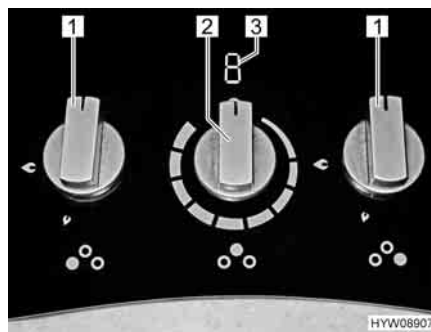

Fig. 157 Elementi di comando del fornello a gas con piano di cottura a induzione
- Ruotare il pomello girevole (Fig. 157,1) dell'impianto a fiamma libera desiderato in posizione accesa (fiamma alta).
- Ruotare sulla posizione 0 il pomello girevole (Fig. 157,1). La fiamma si spegne.
- Ruotare il pomello girevole (Fig. 157,2) del piano di cottura a induzione nella posizione desiderata. L'indicatore (Fig. 157,3) mostra il valore impostato.
- Ruotare il pomello girevole (Fig. 157,2) del piano di cottura a induzione in posizione 0. L'indicatore (Fig. 157,3) si spegne. Successivamente allo spegnimento, finché la temperatura del piano di cottura a induzione risulta superiore a 60 °C l'indicatore mostra la lettera "H" (indicazione del calore residuo).
Sul piano di cottura a induzione sono indicate le seguenti informazioni (Fig. 157,3):